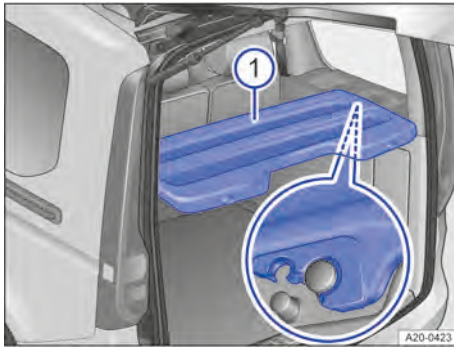

Abb. 149 Im Laderaum: Laderaumabdeckung.
4. Laderaumabdeckung schieben, bis die Abdeckung in den großen Halterungen → Abb. 149 eingerastet ist.
→ Abb. 149.